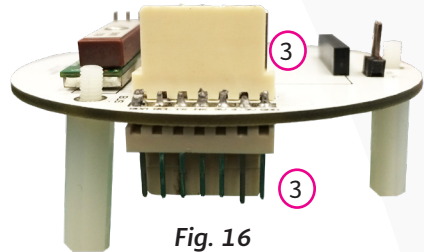

Fig. 16
- 3.- Los conectores molex de 7 pines como se muestra en la figura 8, cuidando que el conector molex ubicado en la parte superior se monte con los pines en dirección al centro de la tarjeta, mientras que el conector en la parte inferior se coloca con los pines hacia el exterior de la tarjeta. (3). Fig. 16